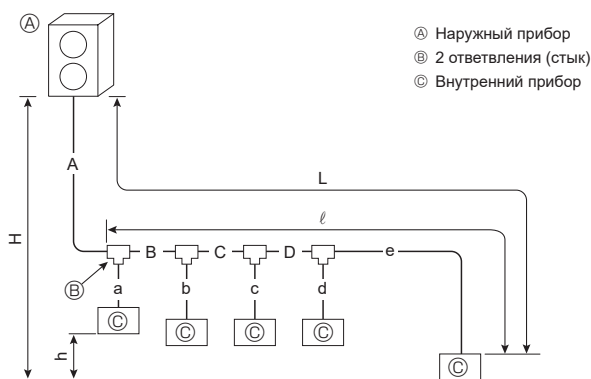

Fig. 4-3 (a)
4.3.1. Подключение без использования ответвительной коробки (Fig. 4-3)